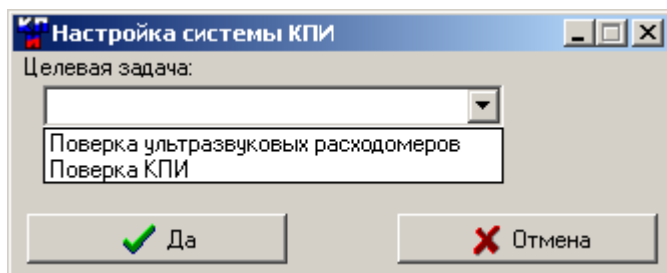

Рис. 3. Вид окна Настройка системы КПИ.
2.4.1.2. Для выбора целевой задачи, необходимо нажать кнопку **Настройка** в области **Комплекс поверочный имитационный (КПИ)** и в появившемся окне **Настройка системы КПИ** (рис.3) выбрать наименование целевой задачи из предлагаемого списка.